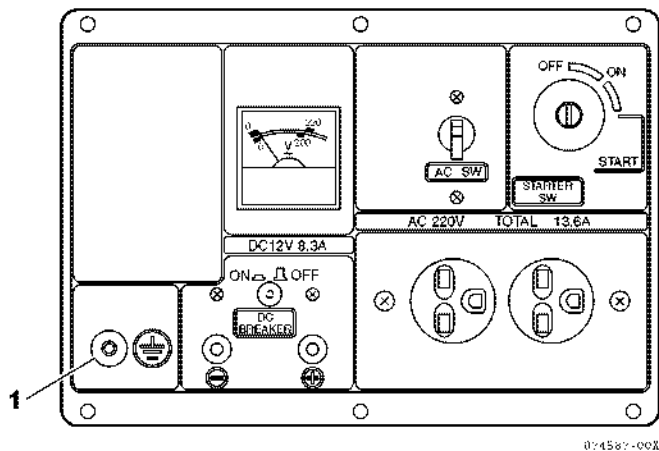

Рис. 48
- Присоедините заземляющий провод к клемме заземления (Рис. 48, (1)). Заземляющий провод и клемма заземления приобретаются дополнительно. Эти приспособления не идут в комплекте с генератором. Соблюдайте нормы проектирования, установки и эксплуатации электрического оборудования (National Electrical Code) и другие стандарты, а также выполняйте местные нормативы. Проконсультируйтесь с представителем компании электросетей или с квалифицированным электриком.